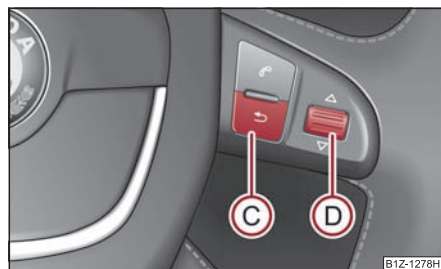

Fig. 29 Pantalla informativa: Elementos de mando en el volante multifunción
- **MAIN MENU (MENÚ PRINCIPAL)** se activa pulsando la tecla **(C)** ⇒ fig. 29 durante más de 1 segundo.